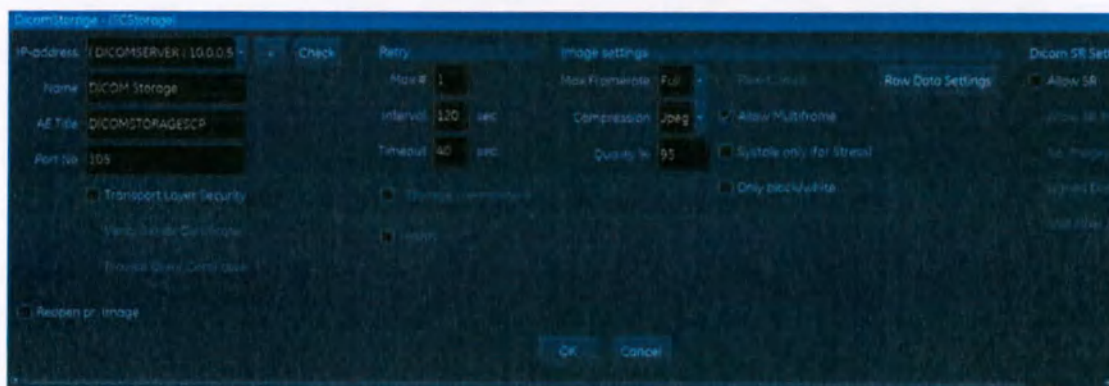

Рис. 9-28. Окно свойств накопителя DICOM
7. Свойства хранилища DICOM (Рис. 9-28):